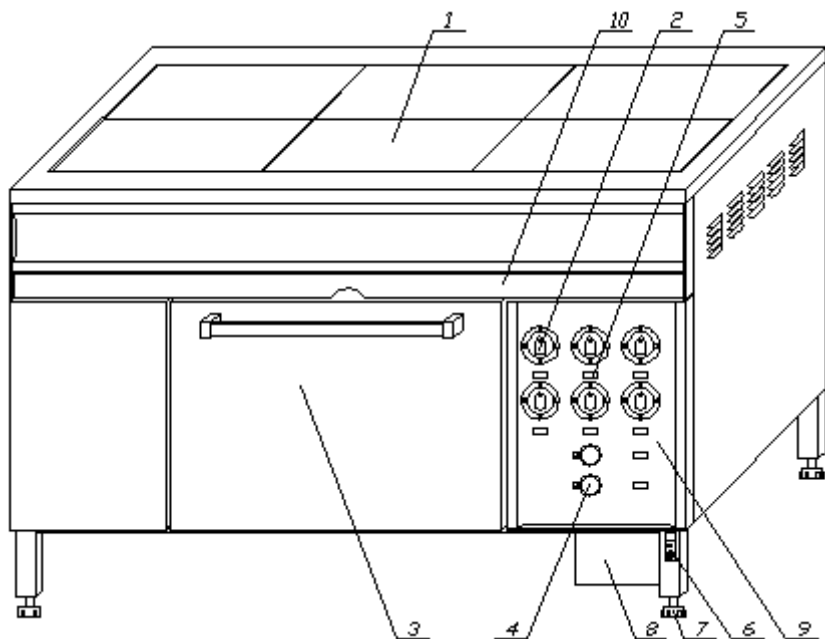

Рисунок 1
4.1 Общий вид плиты приведен на рисунок.1.